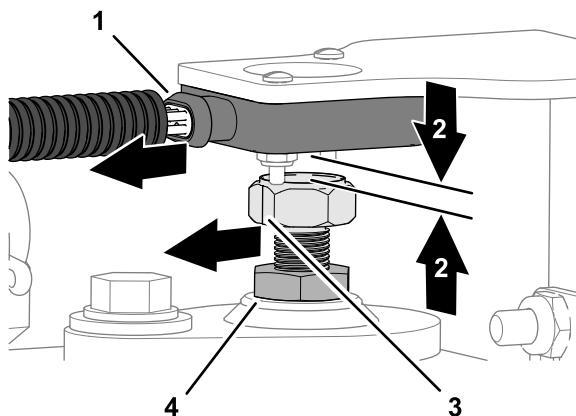

図 11
1. ターゲットとセンサー面の間のギャップが4 mmになるまで磁気ターゲットの位置を調整する(図 11)。
2. 磁気ターゲットの平面に刻印されている指示線が、センサーの配線ポートと一致するまで磁気ターゲットを回転させる(図 11)。
3. ジャムナットを締める図 11。
4. ターゲットとセンサー面の間のギャップを測定する(図 11)。測定値は24 mmになる必要がある。